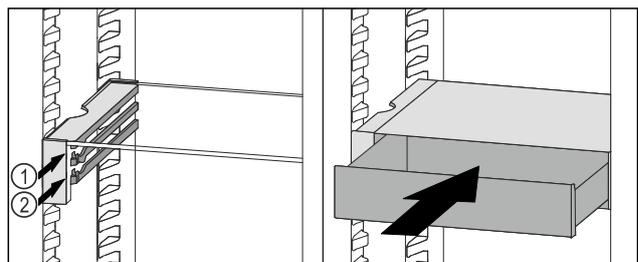

Fig. 140
- ▶ Posizionare il cassetto VarioSafe dietro i tappi sulla nervatura desiderata Fig. 140 (1) o Fig. 140 (2).